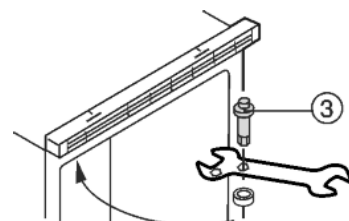

Fig. 3
- ▶ Выкрутите верхний шарнирный палец Fig. 3 (3) и вкрутите на противоположной стороне (**с моментом 4 Нм**).
▶ Навесьте дверь на верхний шарнирный палец Fig. 3 (3) и закройте.